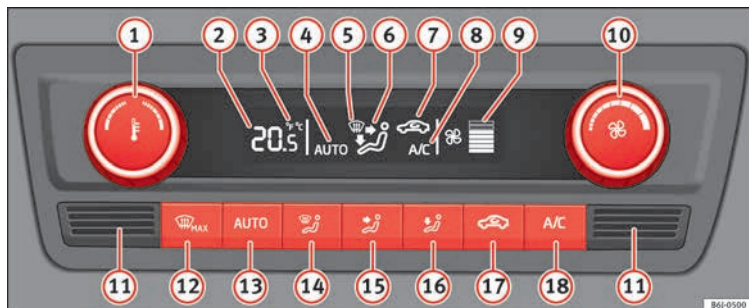

Fig. 171 Climatronic: elementos de manejo.
- **A/C** (18) » fig. 171 encendido.
Cuando pulse una tecla se activará la función correspondiente, poniendo en marcha el climatizador si estuviera desconectado, excepto con la tecla (17) » fig. 171 (recirculación).
- Gire el mando (10) hacia la izquierda hasta que se apaguen los segmentos de la columna (9) » fig. 171.
- Pulse la tecla  **13** » » fig. 171.
Mantenga pulsadas simultáneamente durante **2 segundos** las teclas  y  » » fig. 171. En la pantalla aparecen los datos en unidades deseadas.
- En la parte inferior se encuentra el sensor de la temperatura interior **13** » » fig. 171. No lo cubra con adhesivos ni de otra forma, ya que podría influir negativamente sobre el funcionamiento del Climatronic.
- Pulse la tecla  **13** » » fig. 171, en la pantalla aparece **AUTO**.
- Al conectar el encendido puede utilizar el mando **1** » » fig. 171 para ajustar la temperatura interior deseada.
- Pulse la tecla  **17** » » fig. 171, en la pantalla aparece el símbolo .
- Pulse la tecla  **17** » » fig. 171, en la pantalla desaparece el símbolo .
- Gire el mando  » fig. 171 hacia la izquierda (bajar la velocidad) o hacia la derecha (subir la velocidad).
- Pulse la tecla   » fig. 171.
- Pulse varias veces la tecla   » fig. 171, o pulse la tecla .